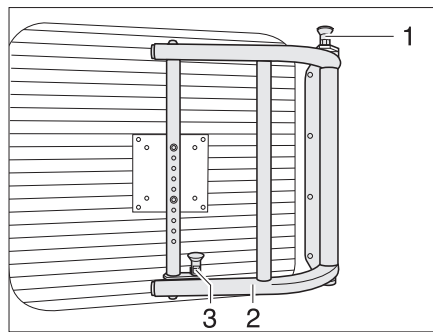

Fig. 60 Bras pivotant pour écran plat
- Tirer les boutons de déverrouillage (Fig. 60,1 et 3) vers le haut pour déverrouiller le bras pivotant.
- Faire pivoter l'écran plat et son support (Fig. 60,2) dans la position souhaitée.